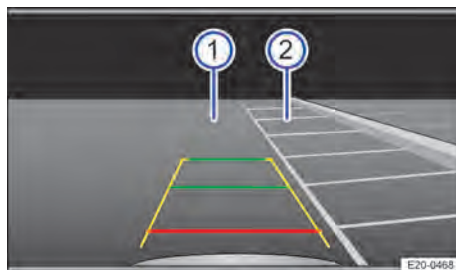

Abb. 132 Infotainment-System: Parklücke aussuchen.
4. Fahrzeug vor der Parklücke positionieren → Abb. 132 .